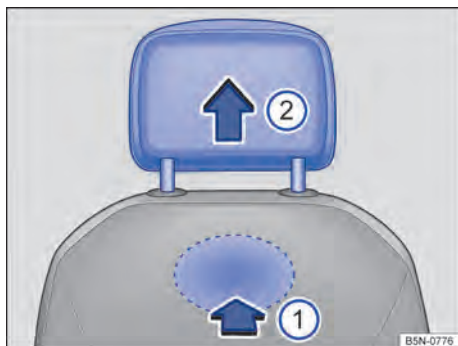

Fig. 90 Desinstalar o apoio para cabeça dianteiro.
- Para destravar, tatear na cavidade parte de trás, na área marcada e pressionar para dentro no sentido da seta → Fig. 90 ⓘ.